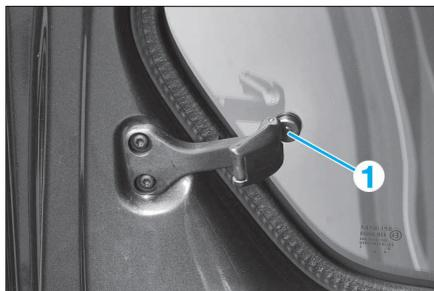

FIG. 87
- Déposer la vis (1) (Fig.87).